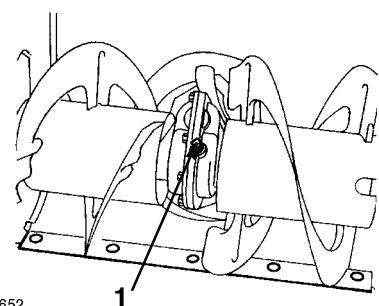

Figure 21
3. Nettoyez les abords de l'obturateur de tuyau (Fig. 21).
4. Retirez l'obturateur de tuyau de la boîte d'engrenages (Fig. 21).